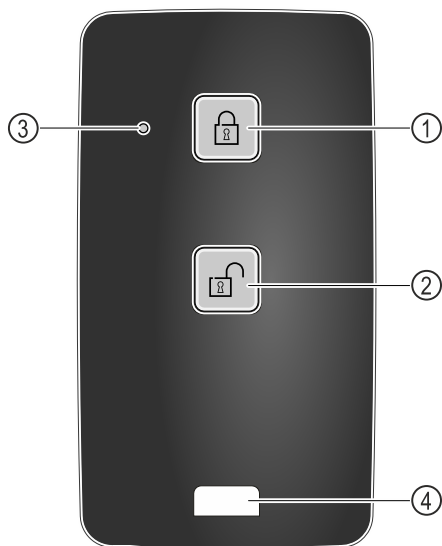

Fig. 139
- (1) Zablokování zámku
- (2) Odblokování zámku
- (3) Stavová LED
- (4) Upevňovací očko
- ▶ Na dálkovém ovládání stiskněte tlačítko *Fig. 139 (1)*.
- ▶ Na dálkovém ovládání stiskněte tlačítko *Fig. 139 (2)*.
- ▶ Stavová LED *Fig. 139 (3)* vydá při stisknutí tlačítka optickou zpětnou vazbu.
- ▶ Očko *Fig. 139 (4)* k upevnění dálkového ovládání, např. na svazek klíčů.